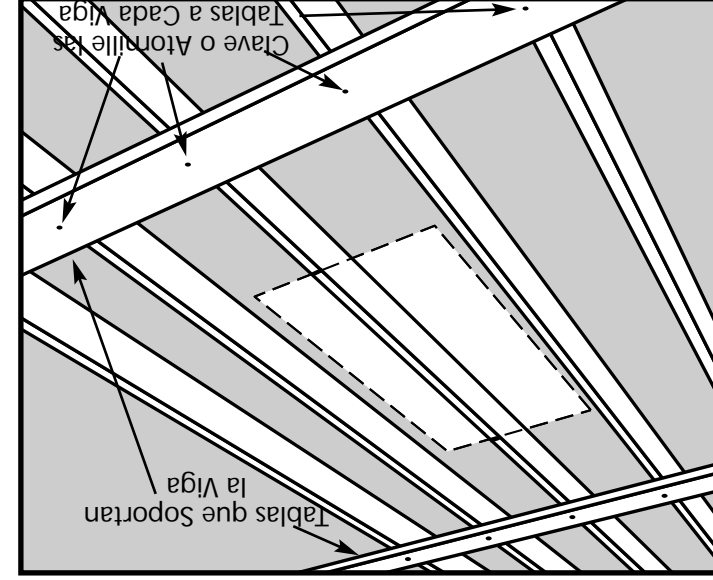

Figura 10
PASO 2. Corte 2 tablas de tamaño de viga lo suficientemente largas para abarcar 2 vigas en cada lado de su ubicación elegida (Figura 10). Estas tablas soportarán las vigas que serán cortadas y ayudarán a evitar que el cielo raso se combe o colapse completamente mientras usted está trabajando en el espacio superior.
PASO 3. Coloque estas tablas a aproximadamente 24 pulgadas (0.61 m) del borde de su ubicación elegida y claveles según se muestra en la Figura 10.